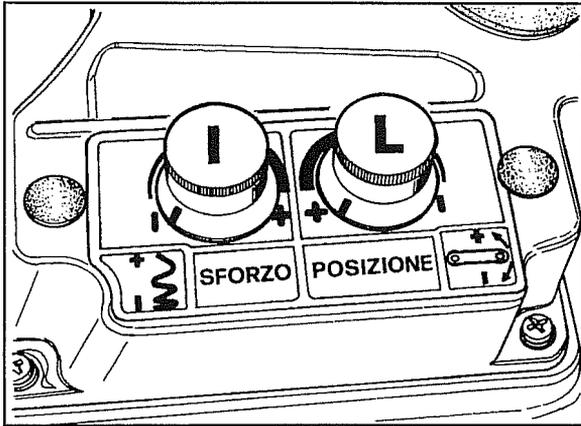

Abb. 51
- b. Unabhängig von den Aufklebern von Abb. 51 und 52 beide Rheostaten **I-L** bis zum Anschlag im Gegenuhrzeigersinn verdrehen.